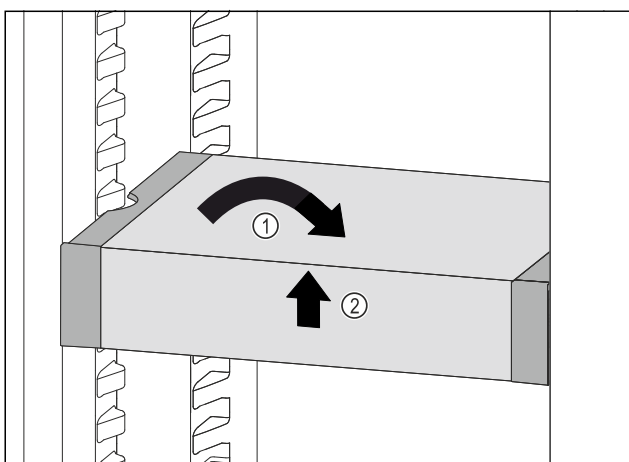

Fig. 79
- Collocare VarioSafe in maniera dritta. Fig. 79 (1)
- Sollevare VarioSafe dal lato anteriore. Fig. 79 (2)